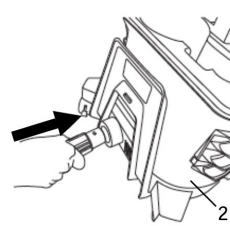

fig. 5
8. Insérez l'autre extrémité du tuyau à air dans l'un des raccords de tuyau se trouvant au dos du bloc d'alimentation (n° 2) et exercez une légère torsion pour vous assurer d'un ajustement ferme (fig. 5).